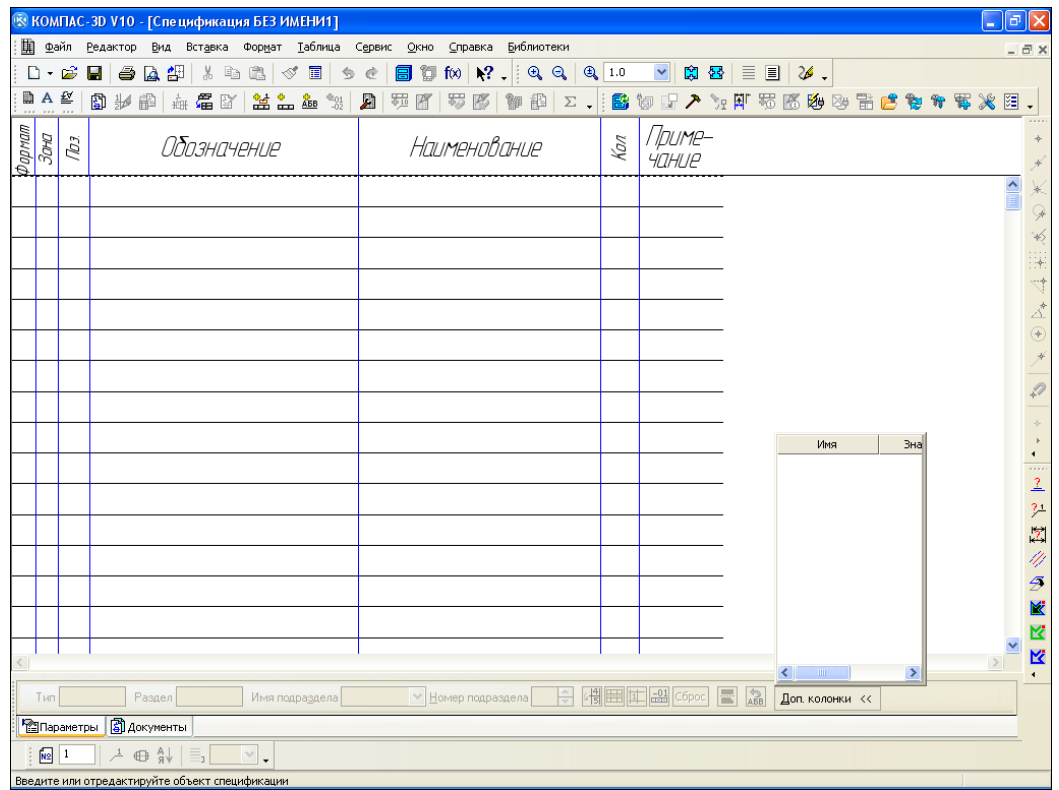

Рис. 14.8. Главное окно системы в режиме создания спецификации
- ◆ в окне дважды щелкните по значку **Спецификация**. На экране появится бланк спецификации (рис. 14.8). Если он полностью не заполнил графическое поле, то нажмите кнопку **Развернуть**. Это нормальный режим заполнения спецификации и аналогичен режиму заполнения текстового документа. В верхней строке главного окна после названия системы и его номера версии идет название в квадратных скобках: [**Спецификация БЕЗ ИМЕНИ1**].